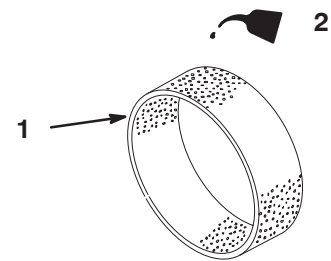

Bild 29
4. Gießen Sie etwas Öl auf den Einsatz (Bild 29).